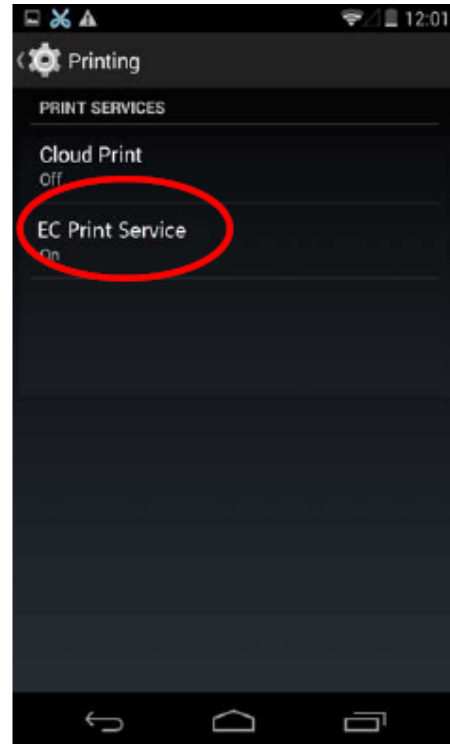

Figura 22
3.3 Encuentre “EC Print Service” en la interfaz “Printing” y acceda (como se muestra en la Figura 22).